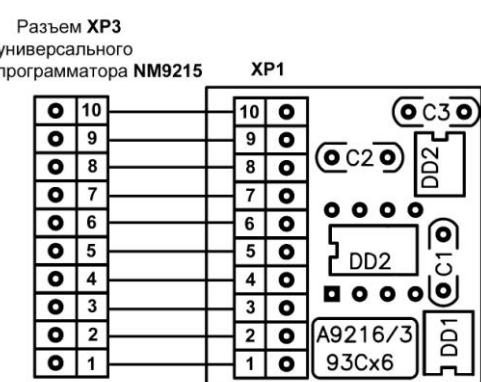

Рис.2 Монтажная схема
Монтажная схема представлена на **рис.2**, перечень элементов дан в **табл.1**.
- Установите все детали согласно **рис.2** в следующей последовательности: сначала малогабаритные, а потом все остальные элементы.